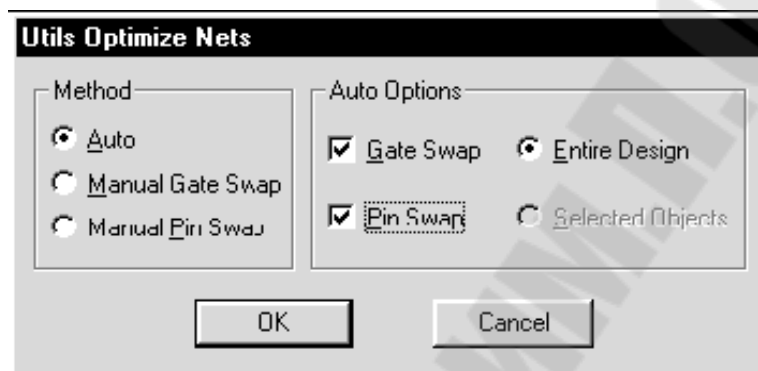

Рис.5.3. Параметры оптимизации электрических связей
10) Оптимизация электрических связей. Данная операция проводится перед началом трассировки соединений с целью минимизации общей длины физических связей между РЭК и минимизации плотности связей. Предварительно необходимо нажать кнопку Record ECOs на панели инструментов и включить видимость всех связей посредством команды Edit/Nets. Выбрать команду Utils/Optimize Nets и установить параметры, как показано на рис.5.3.